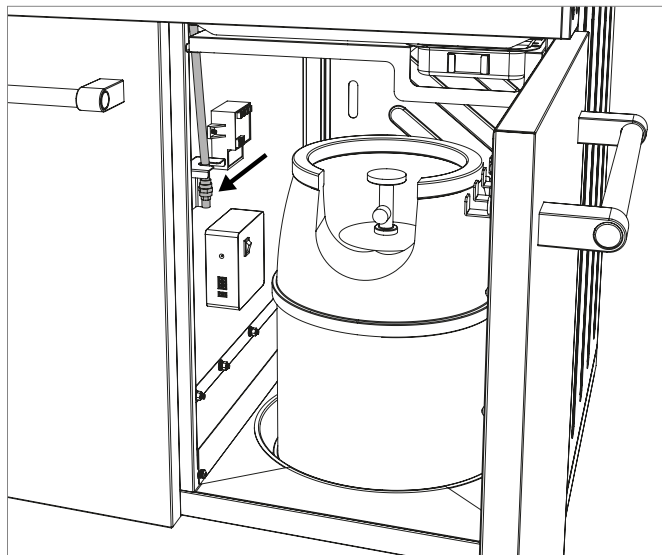

Fig. 2A
- Sulla base d'appoggio collocare esclusivamente bombole del gas che non superino i 11 kg di peso da piene. Posizionare la bombola nell'apposito alloggiamento (**Fig. 2A**).